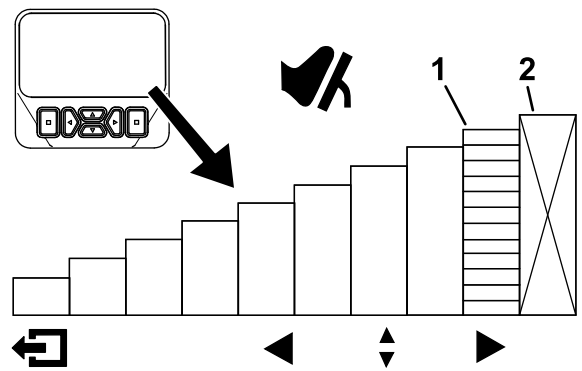
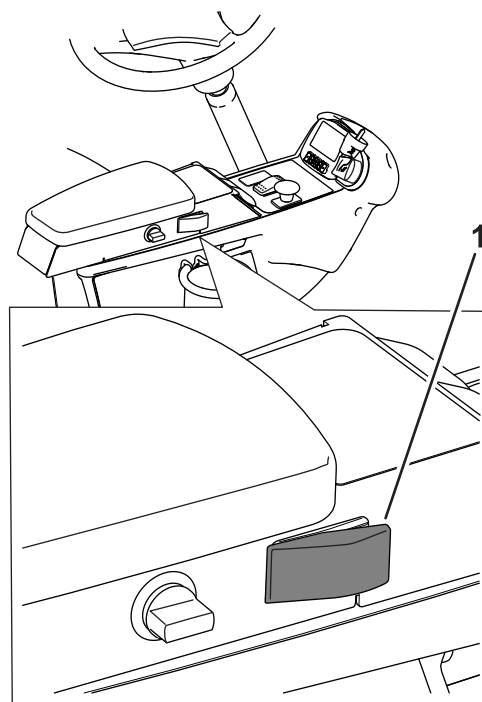
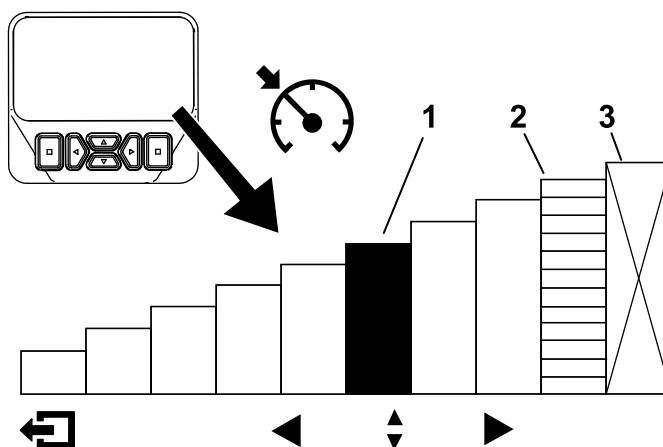

Figura 31
Figura 33
Figura 34
Pentru a accesa această funcție, selectați butonul de navigare sus sau jos al InfoCenter din meniul principal (Figura 31).
După ce este activat comutatorul pentru regulatorul de viteză și este setată viteza (Figura 33), utilizați InfoCenter pentru a seta viteza regulatorului de viteză (Figura 31 și Figura 34).
1. Activați comutatorul pentru regulatorul de viteză de pe consolă (Figura 33).
2. Utilizați afiajul InfoCenter pentru a regla setarea de viteză a regulatorului de viteză (Figura 34).